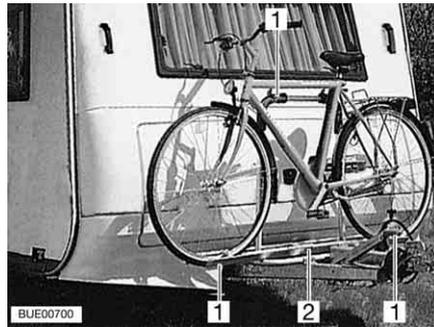

Fig. 14 Portabicicletas en la parte delantera
- Colocar las bicicletas sobre el portabicicletas (Fig. 14,2) y atarlas con las correas de cierre rápido (Fig. 14,1).